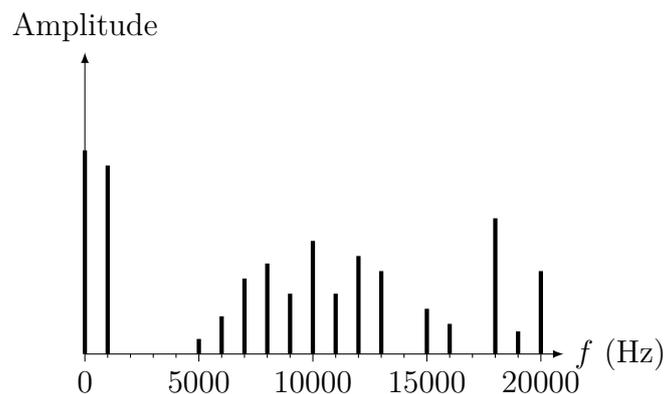

FIGURE 1.8 – Spectre du signal modulé
34. On réalise expérimentalement la modulation de largeur d'impulsion. Pour savoir comment obtenir le signal modulant à partir du signal modulé (démodulation), on observe le spectre du signal à la figure 1.8. En vous appuyant sur le spectre obtenu, proposer, en le justifiant, le type de filtre permettant de démoduler le signal  $u_{\text{mod}}(t)$ . On précisera ses caractéristiques.